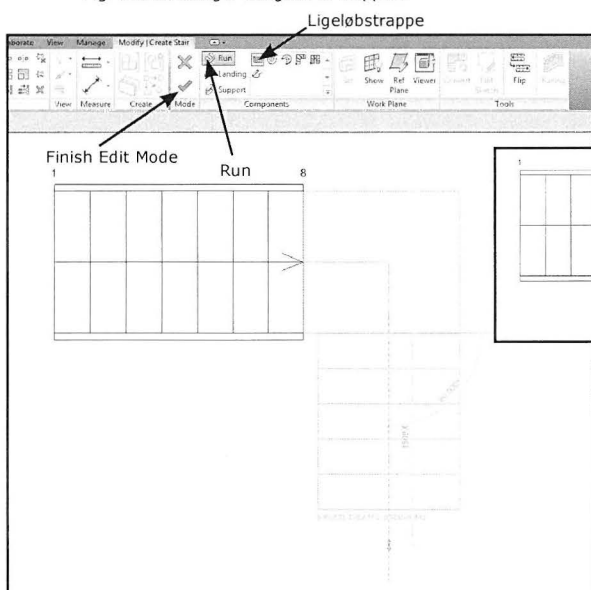
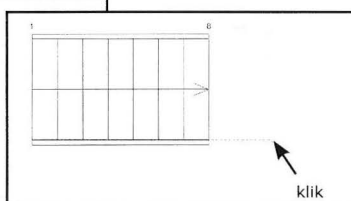

Fig. 10.14. Før trappen i den retning den nu skal have.
Fig. 10.15. Klik hvor centerlinen af trappen skal sammesættes med centerlinen af eksisterende trappe.
- Vælg *Run* og igen ligeløbs-signaturen (Fig. 10.14). Klik forinden, når den blå stiplede linie er synlig, ca. 600 mm fra trappen (Fig. 10.15).
- Klik *Finish Edit Mode* (Fig. 10.14)